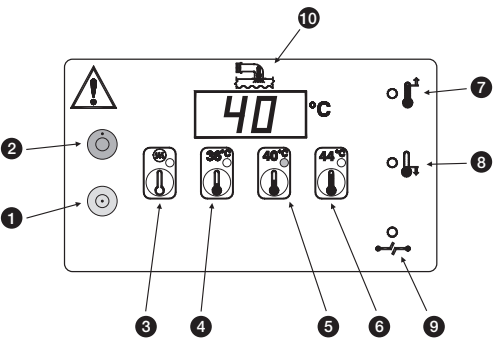

図5 加温装置コントロールパネル
8. 図5に示すコントロールパネルの電源オンボタン①（グリーン）を押すと電源が入り、自動的に以下のセルフチェックを行います。セルフチェックが次の順序で実施されることを確認してください。
- a. 温度セレクト③④⑤⑥およびアンダーテンプインジケータ⑧が同時に点灯します。
- b. デイスコネクトインジケータ⑨が3回点滅します。
- c. オーバーテンプアラームインジケータ⑦が点滅し、ピーツという音でセルフチェック終了を知らせます。
9. セルフチェック終了後、送風が始まります。その後、患者の状態に合わせて温度セクタ③④⑤⑥にて送風温度を調整します。温度表示⑩はホース先端温度を示します。
10. 使用後は、コントロールパネルの電源オフボタン②（オレンジ）を押して電源を切ります。